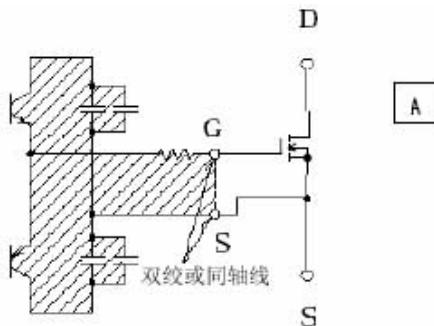

图 4-1
(2) 为了抑制浪涌电压，请注意配线的长度和吸收措施。(因为是高速开关，所以容易产生浪涌电压。)采用 MOSFET 模块の場合，请按图 4-1 的斜线标注的闭路面积最小化的原则来安装栅极驱动电路的输出部。